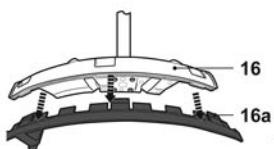

Fig. 5
- > En mode débroussailleuse, détacher le rebord [16a] de la protection [16], en dévissant la vis [16b] et en appuyant sur les trois pattes à l'aide de l'outil (Fig. 5).